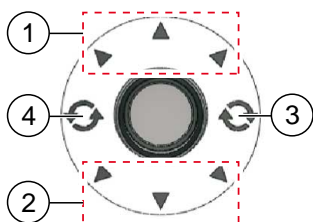

Fig. 4: Funciones del joystick
- Hacia delante / hacia atrás fig. 4 (1,2)
- Campo de giro fig. 4 (3,4)
- La caravana se puede desplazar gradualmente en la dirección seleccionada por las zonas de movimiento hacia delante (1) y hacia atrás (2).
- Si el joystick se mueve lateralmente dentro de un campo de giro, la caravana girará sobre su propio eje a la derecha (3) o a la izquierda (4).